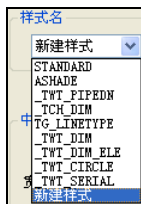

图 9-4 “文字样式”列表
- “名称”选项框：单击该选项文本框，在弹出的下拉菜单中显示了系统本身存在的所有文字样式，包括新建的文字样式和系统自带的文字样式，如图 9-4 所示。